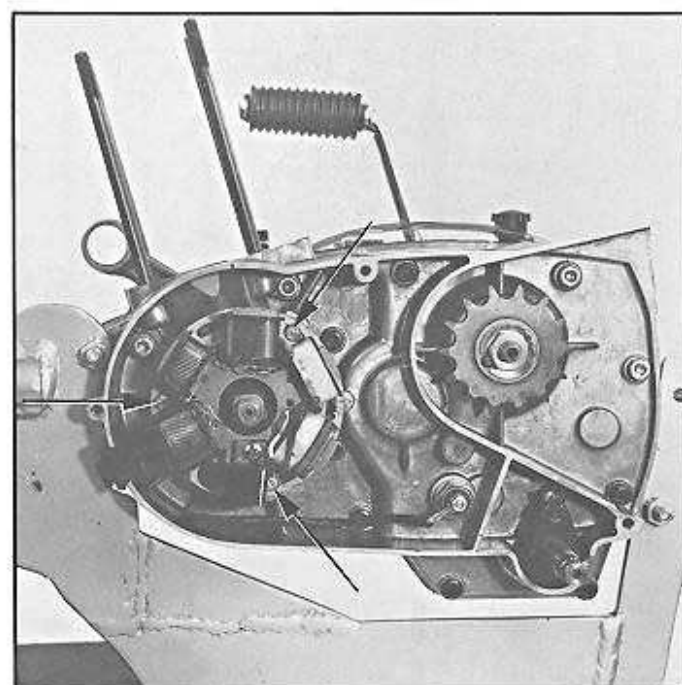

Fig. 23
- Dévisser et retirer les 3 vis de fixation (fig. 23).